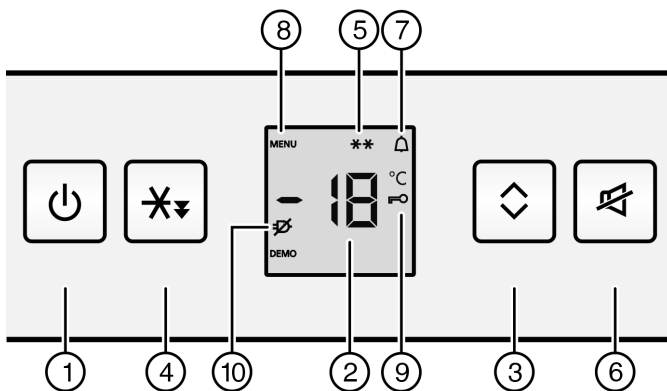

Fig. 2
- ▶ Premere il tasto On/Off Fig. 2 (1).
- ▷ Il simbolo Menu Fig. 2 (8) si illumina.
- ▷ Il simbolo Sicurezza bambini Fig. 2 (9) si illumina. Nel display lampeggia **c**.
- ▷ Il simbolo Sicurezza bambini Fig. 2 (9) si spegne. Nel display lampeggia **c**.
- ▶ Disattivazione del modo regolazione: premere il tasto On/Off Fig. 2 (1).
- ▶ Premere il tasto Allarme Fig. 2 (6).
Contemporaneamente lampeggiano il display della temperatura e il simbolo Allarme Fig. 2 (7).
L'allarme acustico si disattiva automaticamente e il simbolo Allarme Fig. 2 (7) si spegne e il display della temperatura cessa di lampeggiare, quando la temperatura è di nuovo sufficientemente fredda.